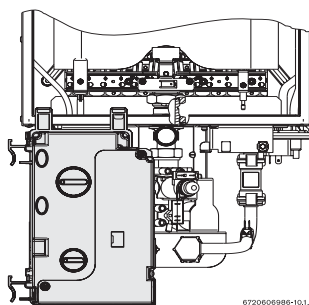

Fig. 2 Caja de mando - posición de ajuste del gas
- Una vez retirada la caja de mando, colóquela de acuerdo con la Fig. 2.